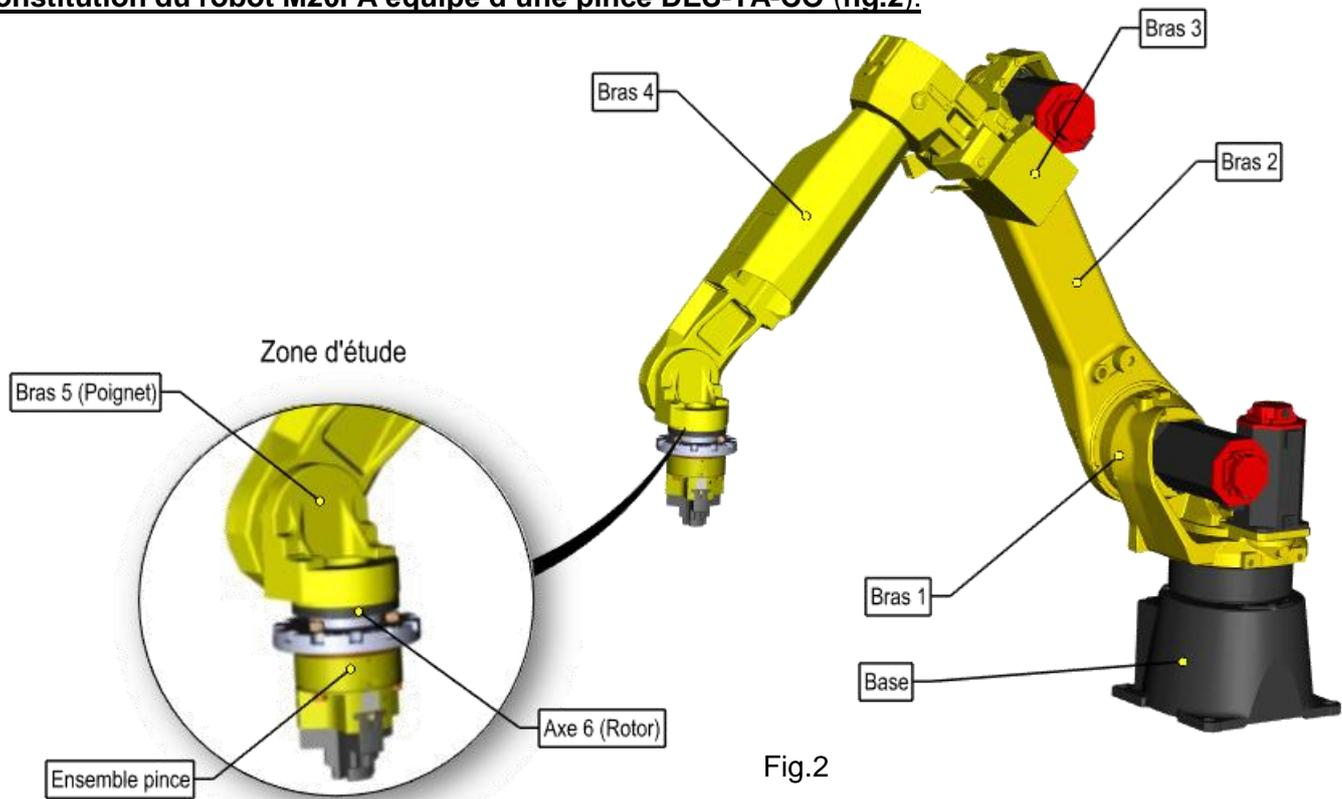
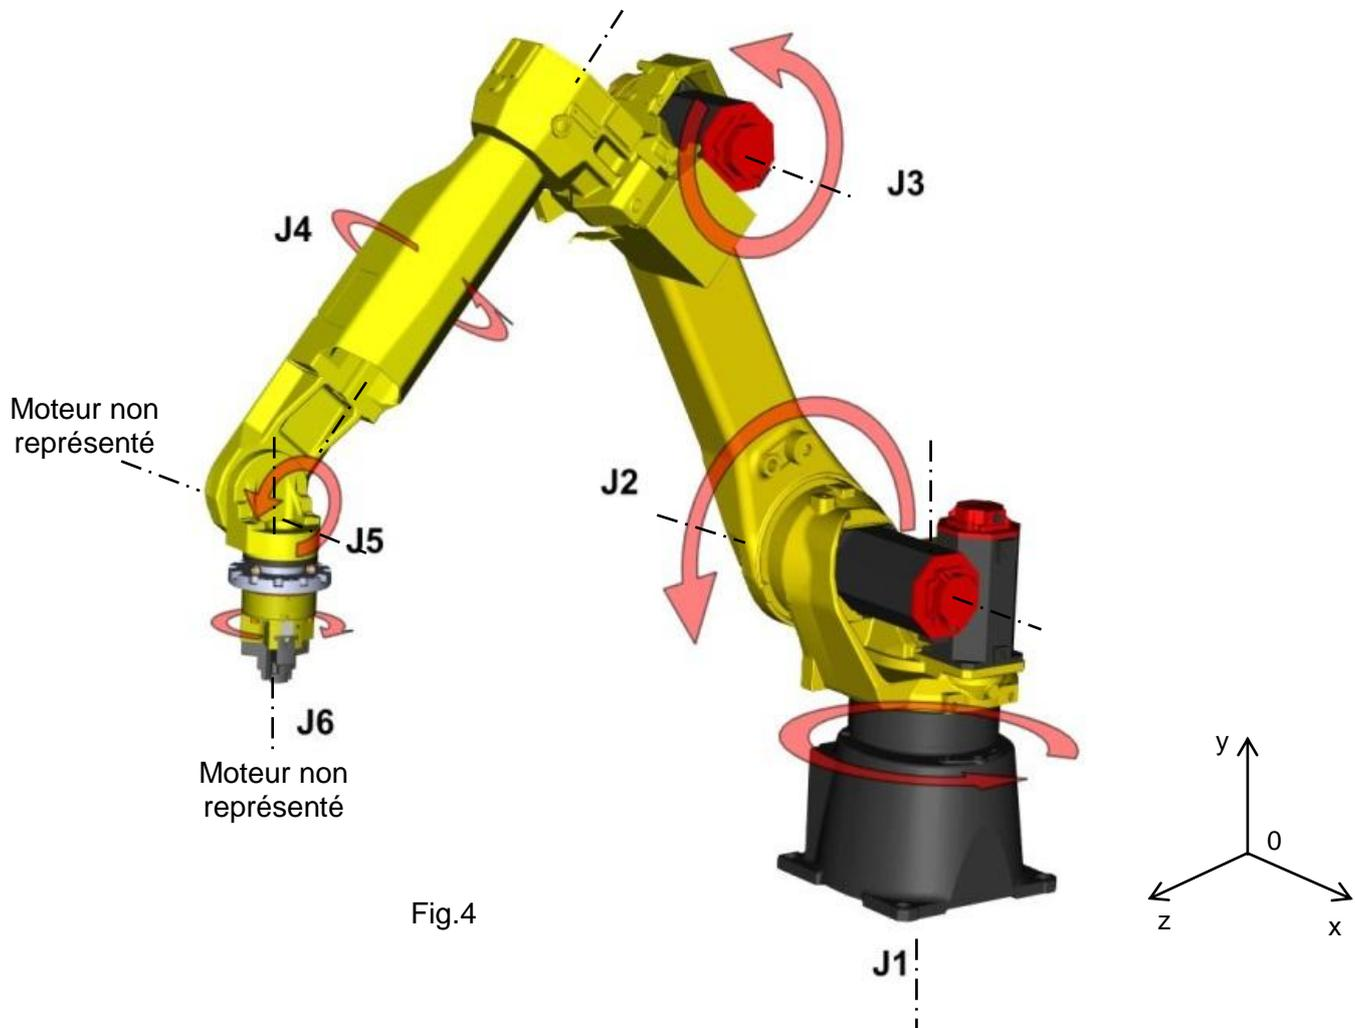

Fig.2
Fig.4
Constitution du robot M20i A équipé d'une pince DES-TA-CO (fig.2).
L'organe terminal (poignet) porte l'outil de travail qui dépend des tâches que l'on désire réaliser. Il s'agit souvent de pinces à deux ou trois doigts que l'on nomme préhenseurs (**fig.2**). La plupart du temps, ces préhenseurs sont amovibles et peuvent être remplacés à la demande par d'autres outils (perceuse, ponceuse...).
- 3 axes secondaires qui servent à orienter et déplacer l'outil de travail en bout de bras (comme la main). Ils forment l'organe terminal du robot et donnent la faculté d'orientation (**fig.4** page 4/23).
Description des différents axes (fig.2 et fig.4)